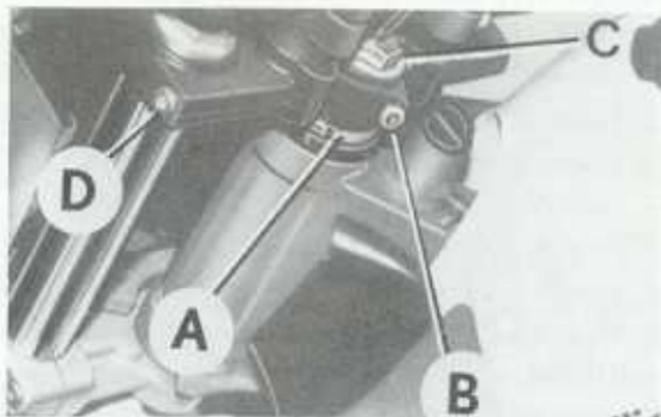

Fig. 26
- Allentare i bulloni B,C,D (Fig. 26); registrare il gioco dello sterzo avvitando o svitando la ghiera A. (Fig. 26).